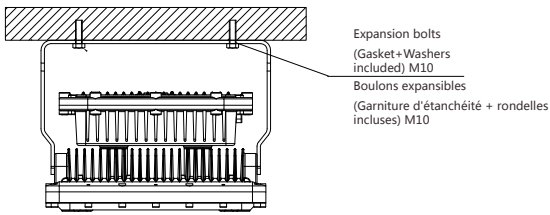

Fig. 3
11. The luminaire can be adjusted facing down 90° from vertical = Lens horizontal facing down on ceiling position (Fig. 3).
11. Le luminaire peut être ajusté vers le bas à 90° de la verticale = la lentille horizontale vers le sol en position au plafond (Fig. 3).